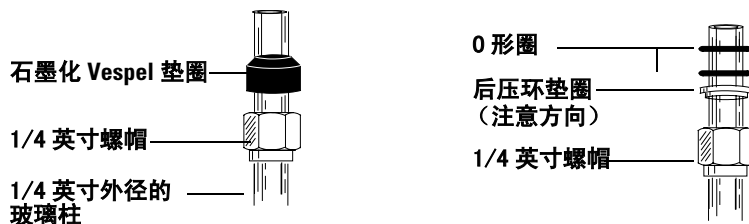

图 60 玻璃填充柱的连接
- 2 在色谱柱两端各安装一铜螺帽和石墨化 Vespel 垫圈。另一种方法：在色谱柱两端安装 1/4- 英寸螺帽、后压环垫圈和两个 O 形圈。另一个 O 形圈置于螺帽下面，可以阻止螺帽落入色谱柱盘绕的部分中（图 60）。